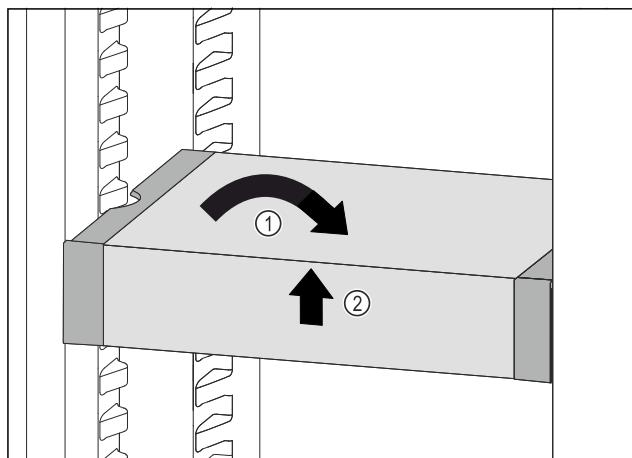

Fig. 103
- VarioSafe postavte rovno. Fig. 103 (1)
- VarioSafe nadvihnite vpred. Fig. 103 (2)